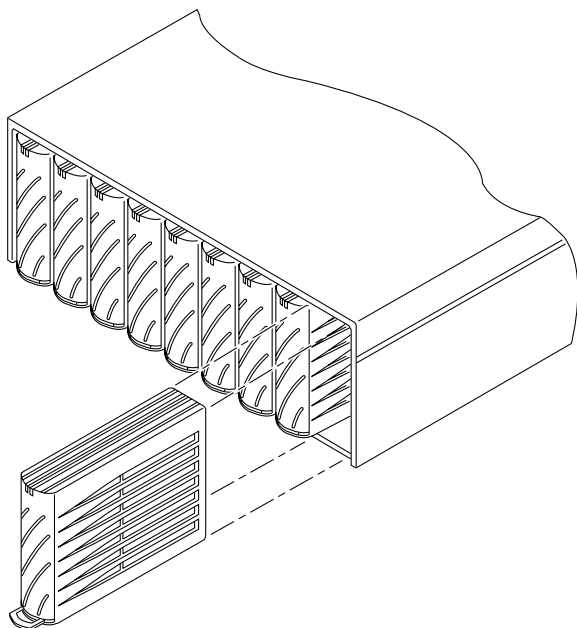

FIGURE 14-4 Retrait d'une unité de disque
**6. Retirez l'unité de disque de la baie de disques (FIGURE 14-4).**